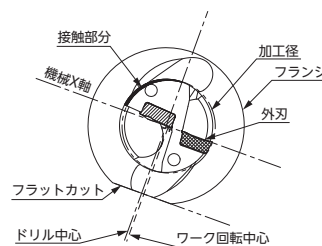

図4 穴径が小さすぎる場合
- ドリルのフランジ部フラットカットが刃物台傾斜角度とほぼ平行になる様にセットしてください (図4参照)
外周部が穴と干渉します(図4)